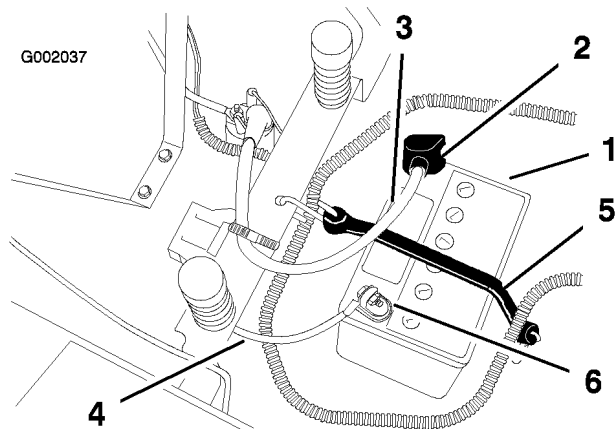

Figura 31
4. Staccate il cavo negativo (nero) di terra dal polo della batteria (Figura 31).
5. Infilate il cappuccio di gomma sul cavo positivo (rosso) della batteria. Staccate il cavo positivo (rosso) dal polo della batteria (Figura 31).
6. Togliete il dispositivo di fissaggio della batteria (Figura 31) e togliete la batteria dal vassoio.
1. Posizionate la batteria nel vassoio con i poli dei morsetti lontano dalla plancia (Figura 31).
4. Fissate i cavi con due bulloni (1/4 x 3/4 poll.), rondelle (1/4 poll.) e dadi (1/4 poll.) (Figura 31).
6. Fissate la batteria con l'apposito dispositivo (Figura 31).